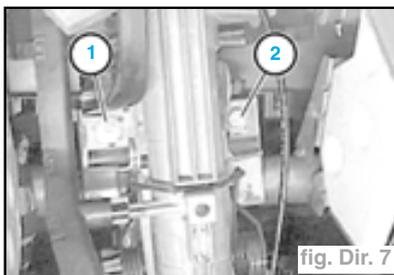

fig. Dir. 7
- Retirer la vis indesserrable (1) (fraisir la tête ou percer la vis avec un forêt), retirer la vis (2) (fig. Dir. 7).